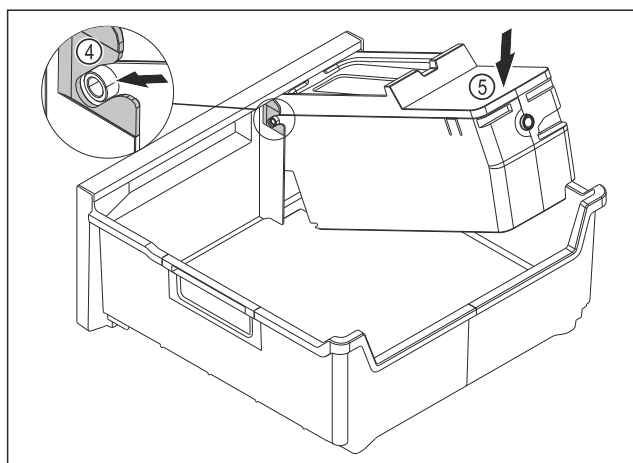

Fig. 110
- ▶ EasyTwist-Ice-corporus monteren: Assen van de EasyTwist-Ice-corporus in de geleidingen Fig. 110 (4) schuiven.
- ▶ EasyTwist-Ice-corporus Fig. 110 (5) achter omlaag drukken.